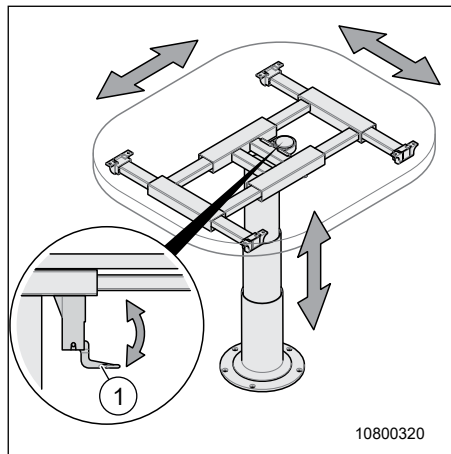

Fig. 62 Table coulissante et escamotable
1. Pousser le levier (Fig. 62, pos. 1) vers le bas. Ceci vous permet de débloquer le dessus de table.
3. Pousser le levier (Fig. 62, pos. 1) vers le haut. Ceci vous permet de bloquer le dessus de table.